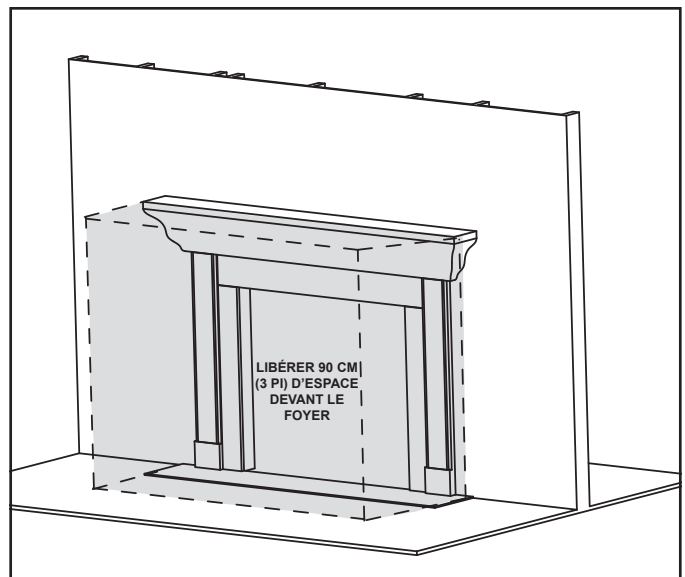

Figure 3.1 Exigences d'espace libre – Tous les modèles
**AVERTISSEMENT ! NE PAS** placer d'objets combustibles devant le foyer ou bloquer les aérateurs à lames. Les températures élevées pourraient causer un incendie. Voir la figure 3.1.